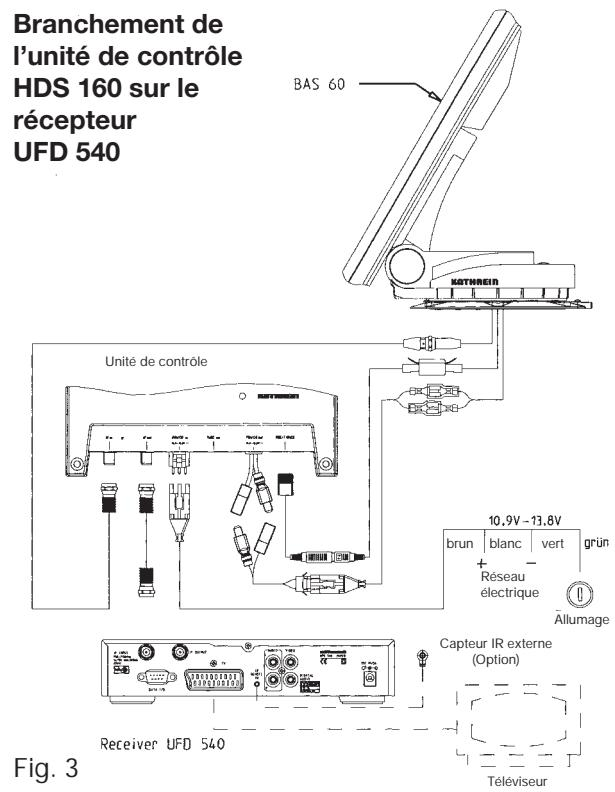

Fig. 3
- Faites attention aux logueurs de câbles (Fig. 3). Le montage de l'unité de contrôle HDS 160 doit être effectué de façon que l'air puisse circuler derrière le fond de l'unité (le montage sur une cloison recouverte d'un tapis n'est pas admissible!)
Après avoir terminé tous les travaux de raccordement (voir Fig. 3), branchez de nouveau l'alimentation. L'ensemble est maintenant prêt à être mis en service.
Le branchement des câbles sur la nouvelle unité de contrôle s'effectue comme suit (Fig. 3 ou 1):